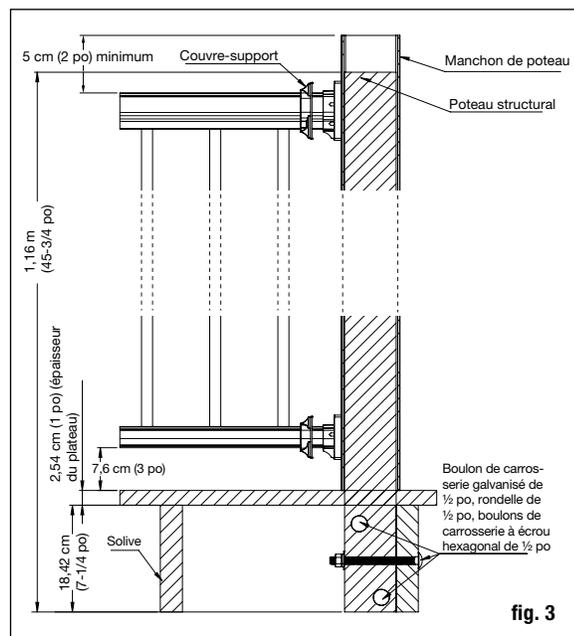

fig. 3
Étape 2 Installez les poteaux du garde-corps avant d'installer les planches de terrasse. 4 x 4 poteaux de garde-corps ou supports de poteaux de charpente de pin traités sous pression ou de cèdre (article n° 215036, vendu séparément) fournissent la force nécessaire pour le garde-corps. Remarque : les supports de poteaux structuraux devraient être utilisés pour l'installation sur le béton. La longueur de chaque poteau est déterminée par la largeur totale de solive (généralement 18,42 cm (7 1/4 po)) + l'épaisseur du platelage 2,54 cm (1 po) + la hauteur du garde-corps 91,4 cm (36 po) + l'espacement pour le capuchon du poteau 5 cm (2 po) = 1,17 m (46 1/4 po). **Important : Ne faites pas d'encoche dans les poteaux de 4x4 du garde-corps. Cela réduirait la force du poteau et pourrait mener à une défaillance ou l'écrasement du garde-corps (fig. 3).**
Étape 3 Placez, mettez à niveau avec un niveau et serrez le poteau de garde-corps sur la face intérieure de la solive. Remettez à niveau. Le poteau de garde-corps 4x4 devrait être boulonné à l'intérieur de la solive en utilisant deux boulons de carrosserie galvanisés de 1/2 po, des rondelles et des écrous. Les poteaux de coin utilisent un troisième boulon de carrosserie, des rondelles et des écrous insérés à travers les solives adjacentes (fig. 3).
Étape 5 Taillez les manchons de poteaux 4x4 pour la longueur. Les manchons de poteaux devraient être d'au moins 5 cm (2 po) plus long que la hauteur du garde-corps (fig. 3). Exemple : Pour un garde-corps de 91 cm (36 po) de haut, découpez le manchon du poteau à au moins 96,52 cm (38 po), mais pouvant être laissé plus long si vous le désirez.
Important : Ne faites pas d'encoche dans les poteaux de 4x4 du garde-corps. Cela réduirait la force du poteau et pourrait mener à une défaillance ou l'écrasement du garde-corps (fig. 3).